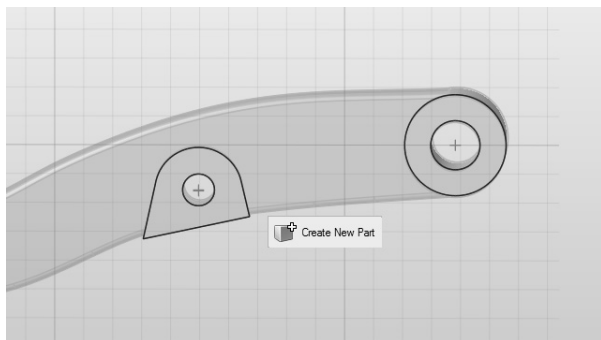

图 6-17
2) 双击主缸体的面, 进入推/拉模式, 然后再次双击进入草绘模式, 此时即会创建一个与所选面垂直的草绘平面, 且所选面各边呈红色, 如图 6-17 所示。